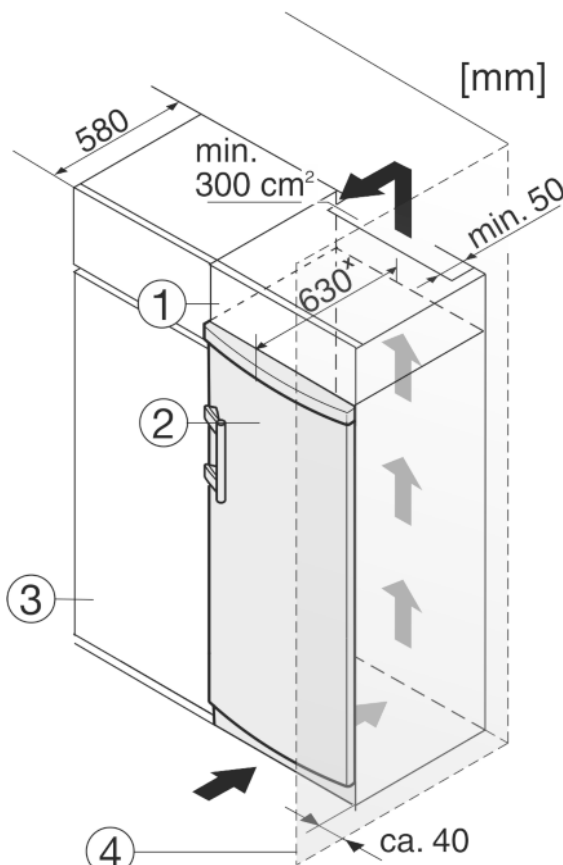

Fig. 9
Urządzenie może zostać obudowane szafkami kuchennymi. Aby dopasować urządzenie Fig. 9 (2) do wysokości ciągu szafek kuchennych, można nad urządzeniem umieścić odpowiednią szafkę nasadzaną Fig. 9 (1).
W przypadku obudowania szafkami kuchennymi (głębokość maks. 580 mm) urządzenie można ustawić bezpośrednio obok szafki kuchennej Fig. 9 (3). Urządzenie wystaje z boku o 34 mm^x i na środku urządzenia o 50 mm^x w stosunku do frontu szafek kuchennych.
Jeżeli urządzenie będzie ustawiane z zawiasami do ściany Fig. 9 (4), to pomiędzy urządzeniem i ścianą należy zachować minimalny odstęp, wynoszący 40 mm. Na taką odległość wystaje klamka przy otwartych drzwiach.